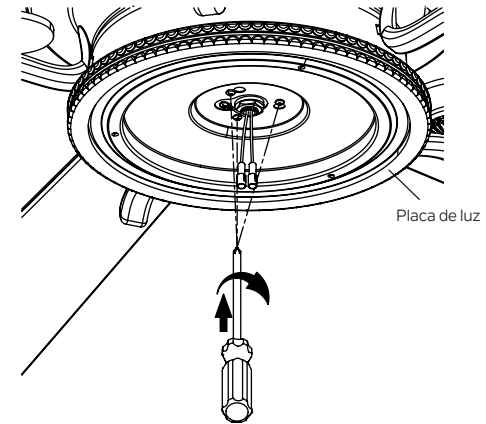

Figura 23
Paso 2. Coloque los dos orificios de la ranura en la placa de luz sobre los dos tornillos que aflojó previamente de la placa de montaje. Gire la placa de luz hasta que encaje en su lugar en el extremo estrecho de los orificios de llave. Fije apretando los 2 tornillos previamente aflojados y el que quitó previamente. (Figura 23)